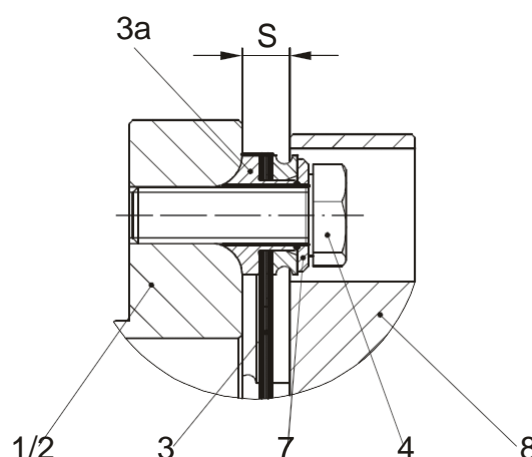

Рис. 6
Пакет ламелей (3) устанавливается таким образом, чтобы радиус втулок с заплешиками (часть 3а, рис. 6) лежал в углублениях фланца (1/2) или соотв. соединительной пластины (8).
Для предотвращения осевых деформаций пакетов ламелей необходимо соблюдать **Размер "S"** (согласно Рис.6 и Таблице 1) при отсутствующих угловом и радиальном смещениях валов.